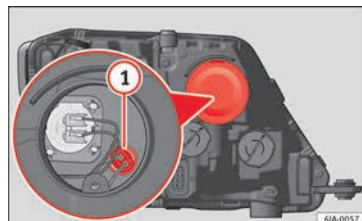

Fig. 89 Cambio de lámpara para la luz de posición.
- Quite la tapa protectora » **fig. 89**.
- Extraiga el portalámparas » **fig. 89** **1** tirando hacia afuera.